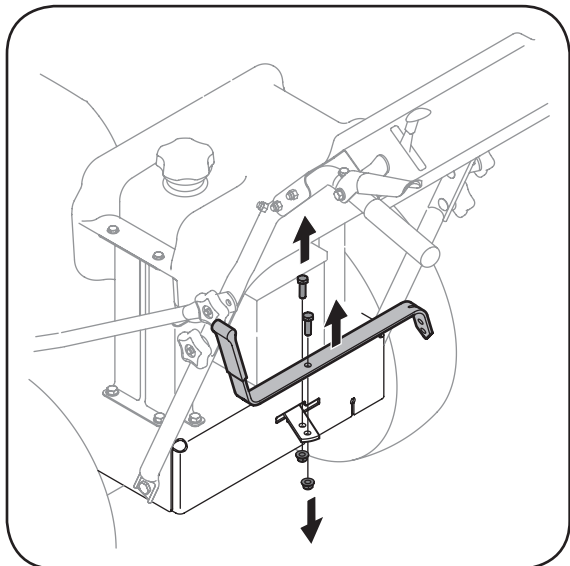

Figura 3-4: Quite la palanca de cambio y el hardware del plato.
1. Extraiga el tornillo de 5/6-18" y la tuerca de seguridad que sujetan la palanca de cambio a la placa de la palanca de cambio, Figura 3-4.
2. Extraiga el tornillo y la tuerca restantes de la placa de la palanca de cambio inferior, Figura 3-4.